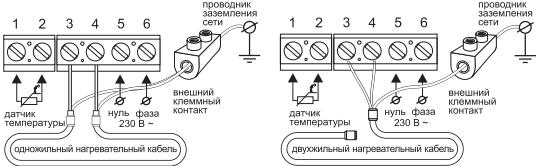

Рис. 3
Установите монтажную коробку или распаячную коробку (если используется). Подведите к ней провода питания, установочные провода нагревательного матта или секции и установочный провод датчика температуры пола. Подайте напряжение на провод питания. Индикатором определите фазовый и нулевой провода и отметьте их. Датчик температуры подключается к клеммам 1 и 2 (поларность при этом не имеет значения). Напряжение питания (переменное 230 В) подается на клеммы 5 и 6, причем фаза (определенная индикатором) – на клемму 6, а нуль – на клемму 5. Выводы нагревательной секции или матта подключаются к клеммам 3 и 4; вывод экранирующей оплетки (желто-зеленый провод) – к линии защитного заземления (PE) через внешний клеммный контакт (находит в комплекте поставки) (рис. 3).
- 1 Выполните подключение согласно рис. 3.